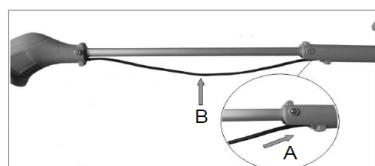

Fig 4
- Assurez-vous que le câble électrique est inséré dans la rainure du tube de raccordement et installez le manchon de câble.(Fig 4)